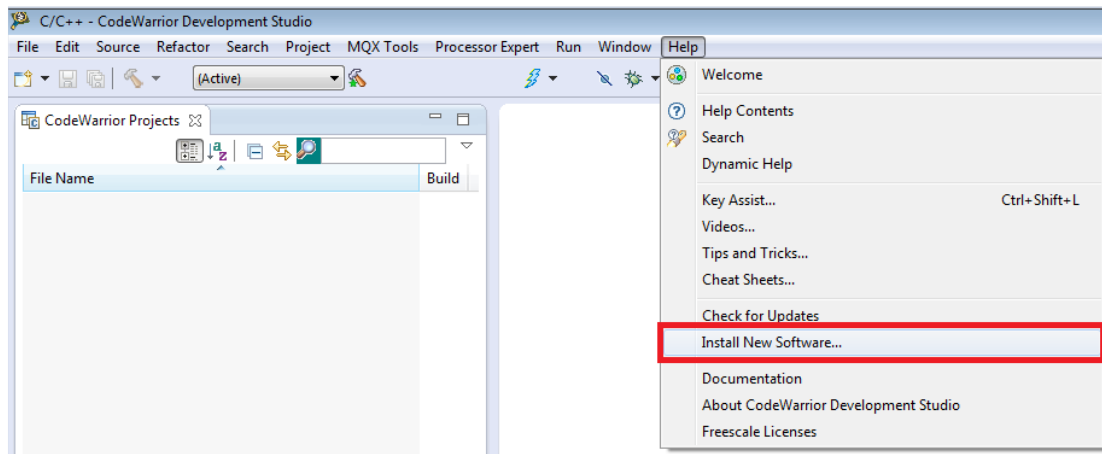
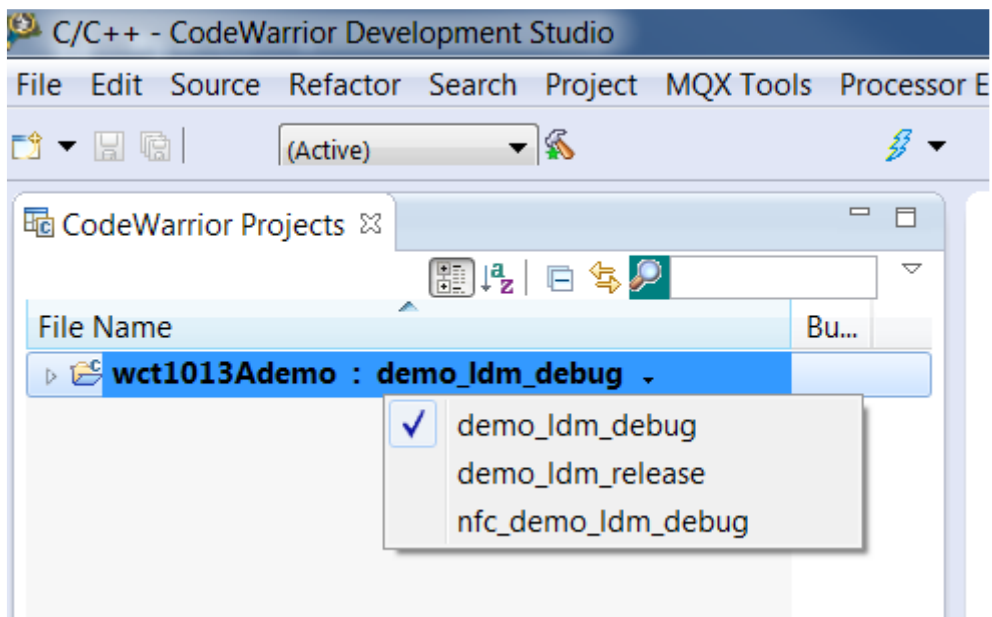
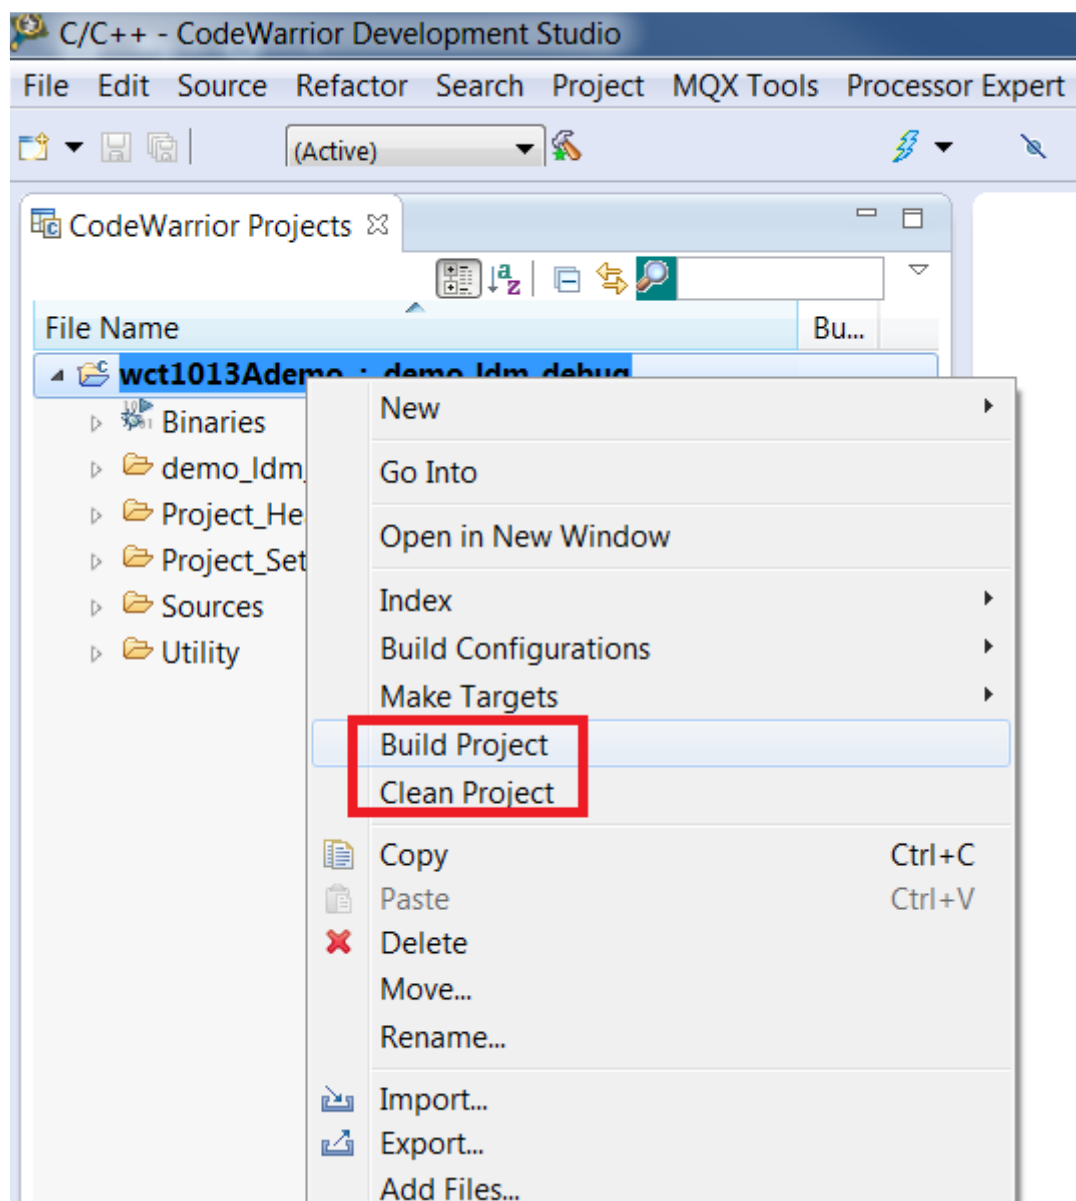

图 4.4 选择载入编译包操作
图 4.6 编译工程选择
图 4.7 Clean 工程并编译工程
- Step3: 新建/选择好工作区以后 CodeWarrior 操作界面打开，需要载入 MWCT101x 系列芯片的编译包，点击 Help 选择 Install New Software...，如图 4.4 所示，选择载入编译包放置路径如图 4.5 所示，选择载入编译包 MCU v10.7 DSC Service Packs 并且载入如图 4.6 所示；
- Step4: 导入例程并开始编译（注意：例程路径不能有中文，否则编译出错），例程路径：`<unpacked_files_location>/15W_MP/build/demo/wct1013Ademo`，建议编译 `demo_ldm_debug` 工程如图 4.6 所示，在编译前为了排除历史工程编译问题，请在编译前 Clean 工程并编译如图 4.7 所示。